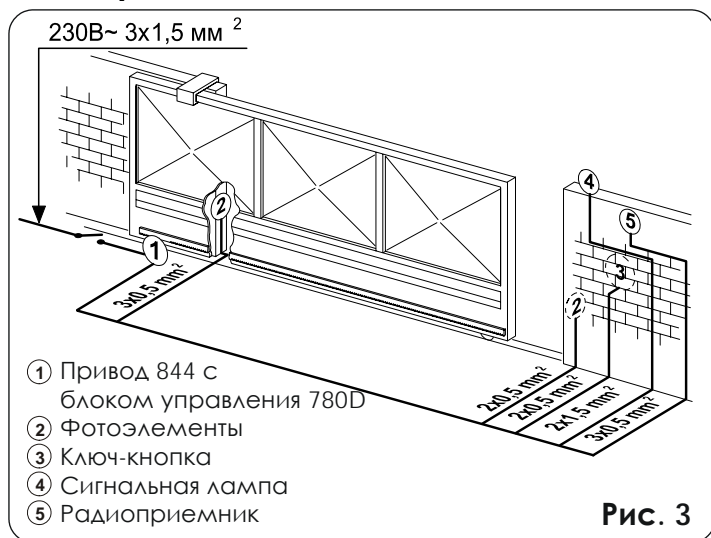

Рис. 3
2. Расположите пульте *master TX* напротив кодируемого пульта (*master* или *slave*), как показано на рис. 3.
4. Проложите электрические кабели для присоединения аксессуаров и питания привода, как показано на рис.3.